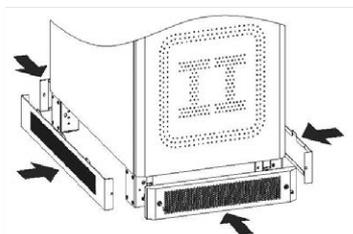

Figura 3-10 Instalación de las cubiertas inferiores del UPS-IND 1300 (10-30 kVA)
Paso 5 Después de terminar la instalación del UPS, instale las cubiertas inferiores, como se muestra en la figura 3-10.